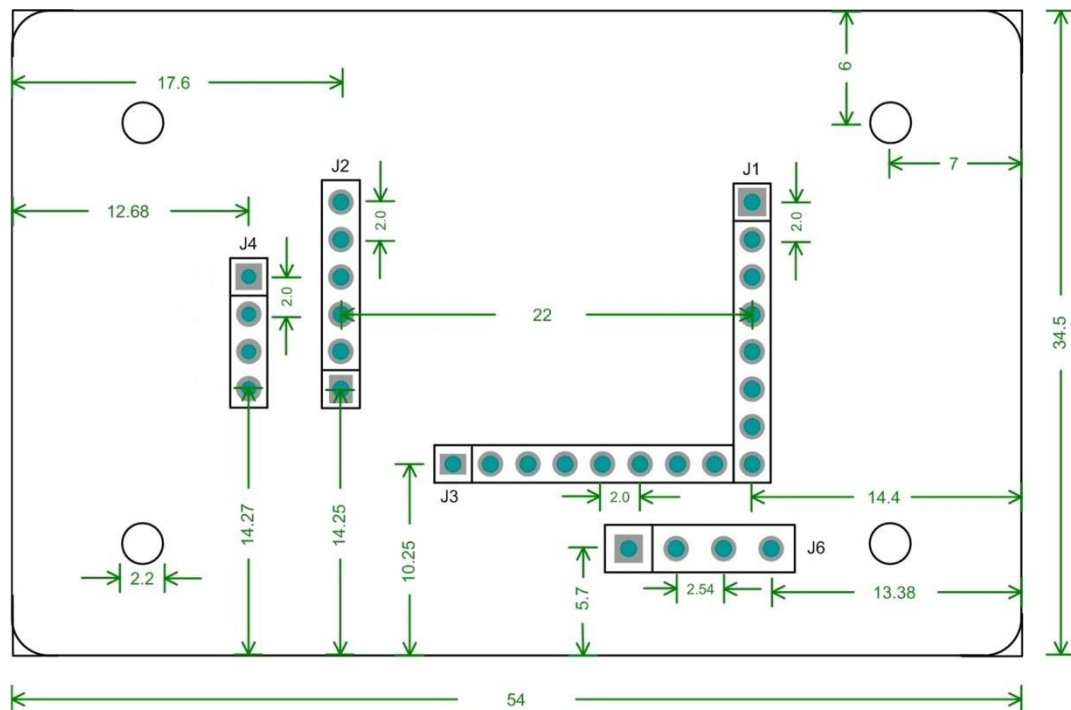

图 3.1 ZLG600A 尺寸图
2.0mm 排针接口 J1、J2、J3、J4 焊盘孔径为：0.7mm；2.54mm 排针接口 J6 焊盘孔径为：0.9mm。ZLG600A 尺寸参考图 3.1。